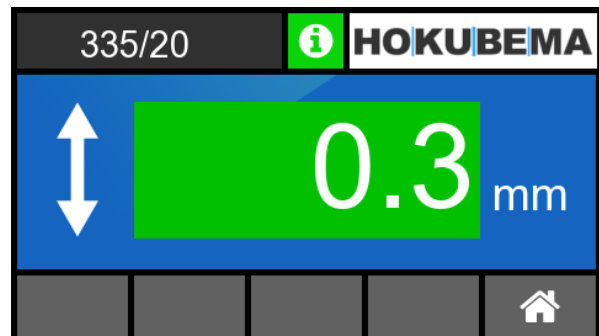

Abbildung 39: Spanabnahme muss geeicht werden
- Falls nicht (siehe Beispiel in ⇒ Abbildung 39) muss die Touchscreen-Anzeige neu geeicht werden.
- Um die Anzeige auf den Eichwert 0,0 mm zurückzusetzen müssen Sie 1 x die Taste „Set“ betätigen → Die Anzeige springt wieder zurück in den Normalbetrieb (siehe ⇒ Abbildung 39) und zeigt nun 0,0 mm.
- Drücken Sie anschließend die Taste „Set“, um die Anzeige auf den neu definierten Wert zu eichen → Die Anzeige springt wieder zurück in den Normalbetrieb (siehe ⇒ Abbildung 39) und zeigt nun 0,0 mm.